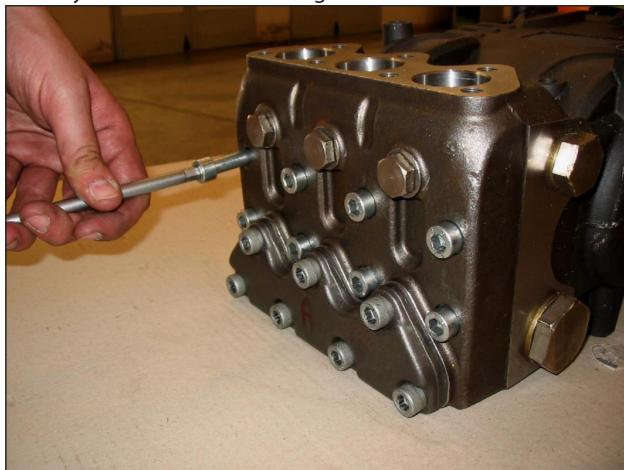

Fig. 20
- A) Desatornillar los tornillos de fijación del cabezal M10x110 tal y como se indica en la Fig. 20.